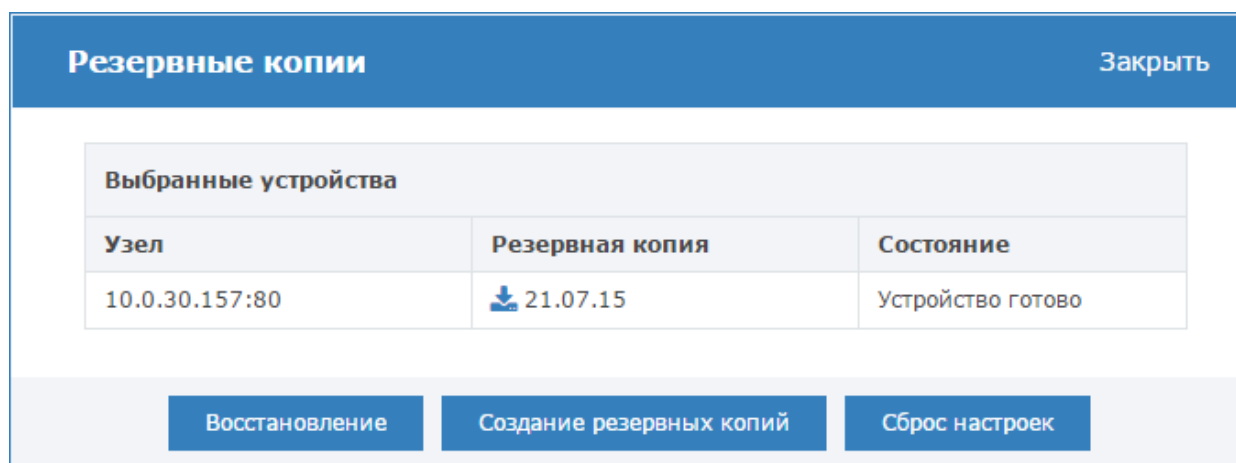

Рисунок 9.43 — Работа с резервными копиями
3. Выберите требуемую команду (рисунок 9.43).